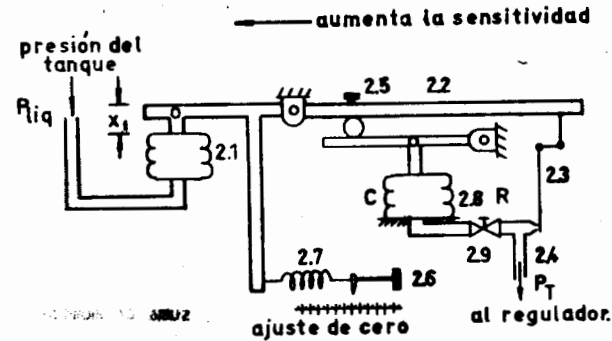

FIGURA V-2
3.- Transductor de Nivel (1-2). Nos convierte la presión hidráulica debido a la altura de la columna de agua del tanque en una presión neumática. Opera bajo el principio de balance de fuerzas, un diagrama simplificado de su principio de funcionamiento se muestra en la figura V-2.